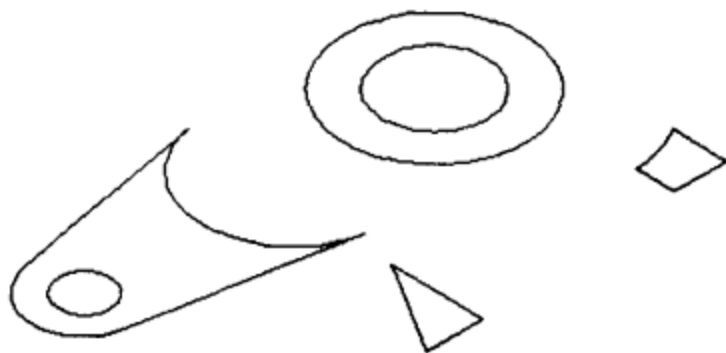

图 11-36 三维零件草图
(2) 单击【修改】工具条【面域】命令按钮, 框选全部轮廓草图, 将轮廓草图形成面域。
(3) 单击【视图】工具条【西南等轴测视图】命令按钮, 进入三维空间绘图环境如图 11-36 所示。